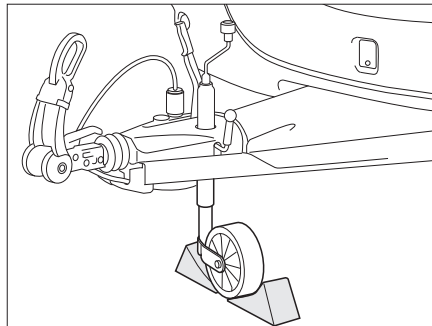

Fig. 161 Assicurare il carrellino
- Posizionare il carrellino perpendicolare rispetto alla direzione di marcia e assicurarlo con mezzi idonei (Fig. 161).